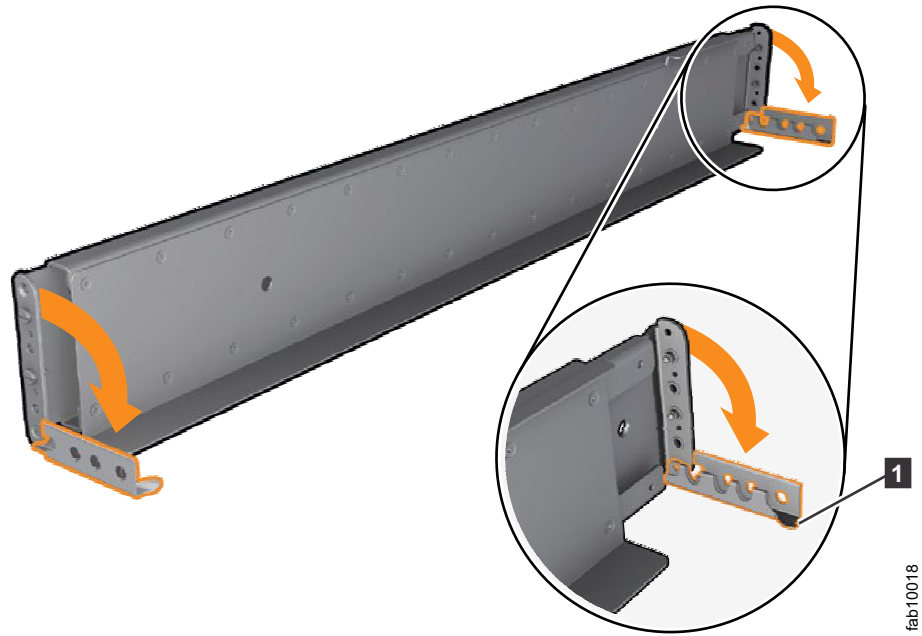

図 15. ヒンジ・ブラケットを開く
6. レールの両端で、タブ **1** をつかんでしっかりと引き、ヒンジ・ブラケットを開きます (21 ページの図 15を参照)。